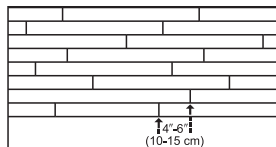

Figura 3
- **Tramex medidor detector de humedad en el concreto** (Figura 2): Las lecturas de humedad no deben sobrepasar 4.5 en la escala superior. (La Figura 3 muestra una lectura inaceptable superior a 4.5). Los medidores de humedad del concreto proporcionan resultados de las lecturas cualitativas, no de las cuantitativas. Estos resultados son una forma rápida de determinar si es necesario realizar pruebas posteriores.
- Es importante alternar los extremos de los tableros en hileras contiguas a un mínimo de 4"-6" (10-15 cm), siempre que sea posible (Figura 3). Esto ayudará a garantizar un aspecto general más favorable del piso.
- Las juntas terminales de hileras adyacentes se deben escalonar 4"-6" (10-15 cm) cuando sea posible, para garantizar una apariencia general más favorable (Figura 3).
- Verifique el ajuste adecuado entre todos los bordes y extremos de cada plancha. Las juntas terminales de hileras adyacentes se deben escalonar 4"-6" (10-15 cm) cuando sea posible, para garantizar una apariencia general más favorable (Figura 3).